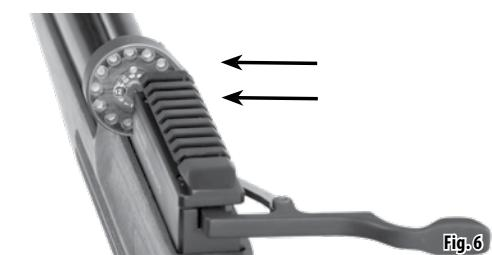

Fig. 6
3. Con la cubierta del cargador mirando hacia la culata del arma de aire, inserte el cargador desde el lado derecho y empujelo hacia adentro hasta que entre en su sitio a presión. (Fig. 6)